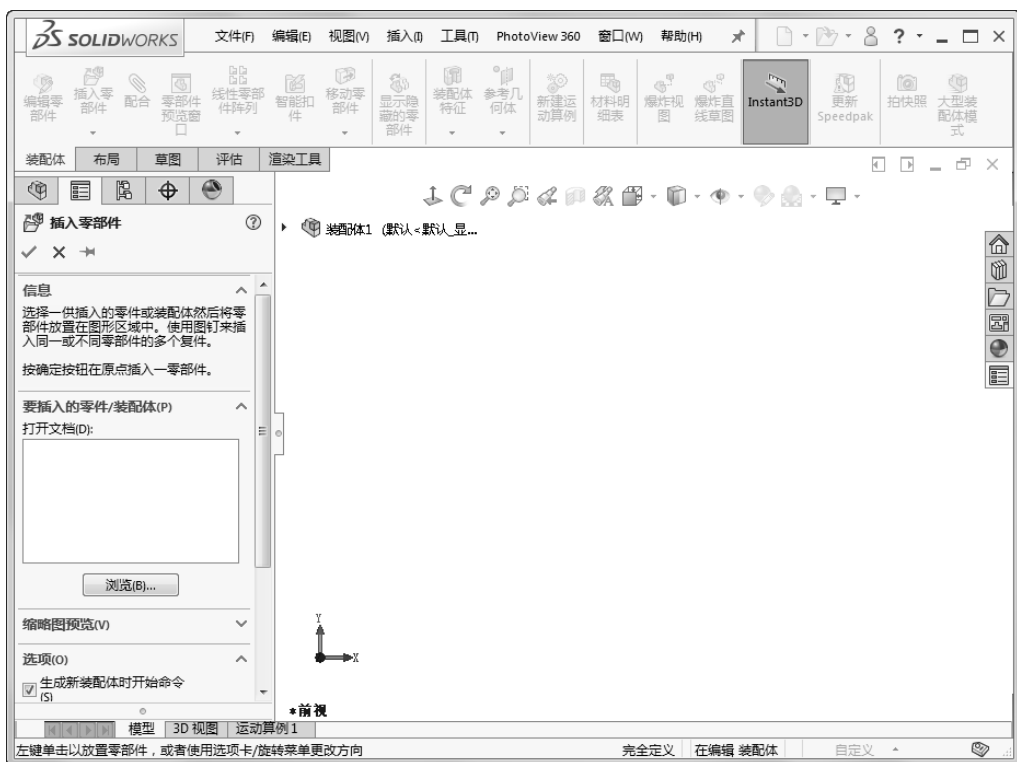

图 11-2 装配体制作界面
- 2) 单击  (装配体)→(确定)按钮,进入装配体制作界面,如图 11-2 所示。